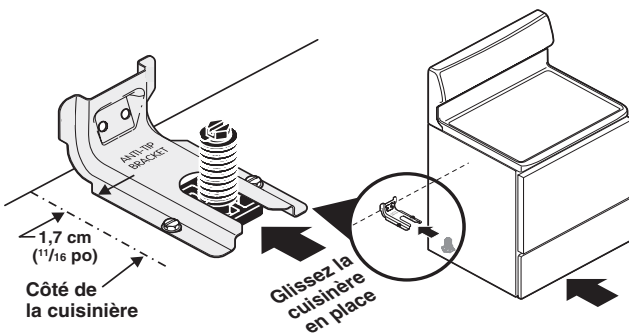

Fig. 26
- 3. Mise à niveau et positionnement de la cuisinière** - Mettez la cuisinière de niveau en ajustant les quatre (4) pieds de mise à niveau à l'aide d'une clé. Remarque : Il est nécessaire de laisser un espace libre d'au moins 0,3 cm (1/8 po) entre la partie inférieure de la cuisinière et le pied de mise à niveau pour disposer d'un espace suffisant pour le support. Faites glisser la cuisinière pour la remettre en place (Fig. 26). Retirez le panneau inférieur ou le tiroir de rangement pour vérifier si le pied de mise à niveau arrière est inséré et solidement fixé à l'aide du support. Dans le cas des modèles comportant un tiroir réchaud ou un tiroir-gril, agrippez le bord supérieur arrière de la cuisinière et, avec précaution, tentez de la pencher vers l'avant. Utilisez un niveau pour vérifier vos ajustements (Fig. 27).
Glissez soigneusement la cuisinière dans l'ouverture de l'armoire en enclenchant COMPLÈTEMENT le pied de mise à niveau arrière dans le SUPPORT ANTI-RENVERSEMENT (reportez-vous à la figure 26). Assurez-vous que la conduite flexible pour appareil électroménager (Fig. 18) et le cordon d'alimentation (Fig. 20) peuvent se plier dans la zone libre au plancher située derrière le tiroir chauffant ou le tiroir rangement de la cuisinière. **Assurez-vous que la conduite flexible pour appareil électroménager n'est pas coincée ou tortillée.** Formez au préalable la conduite flexible pour appareil électroménager et le cordon d'alimentation au besoin pour vous assurer que la cuisinière glisse correctement dans l'ouverture de l'armoire. Assurez-vous que la cuisinière est de niveau en plaçant un niveau horizontal sur une des grilles du four (reportez-vous à la figure 27).